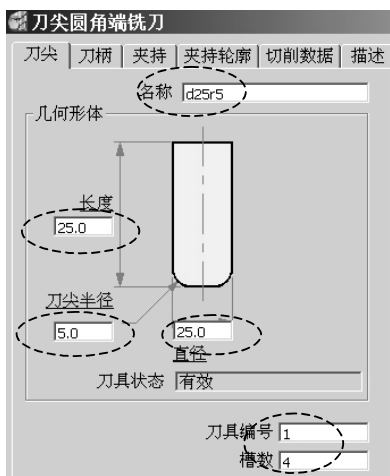

图 10-11 “d25r5”切削刃部分参数
2) 创建粗加工刀具：在 PowerMILL 资源管理器中右击“刀具”树枝，在弹出的快捷菜单条中选择“产生刀具”→“刀尖圆角端铣刀”，打开“刀尖圆角端铣刀”表格，按图 10-11 所示设置刀具切削刃部分的参数。